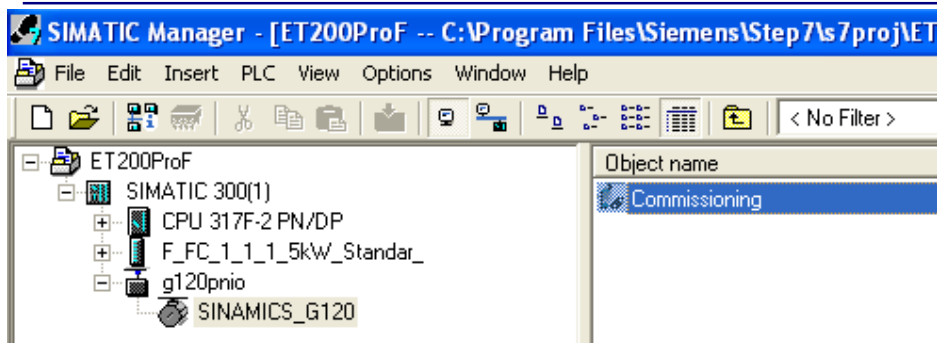

图 9 双击打开 G120 调试界面
(1) 编译后的 S7 项目下，出现了 G120 设备，其设备名为“g120pnio”，双击“Commissioning”，打开 G120 的调试界面（图 9）。